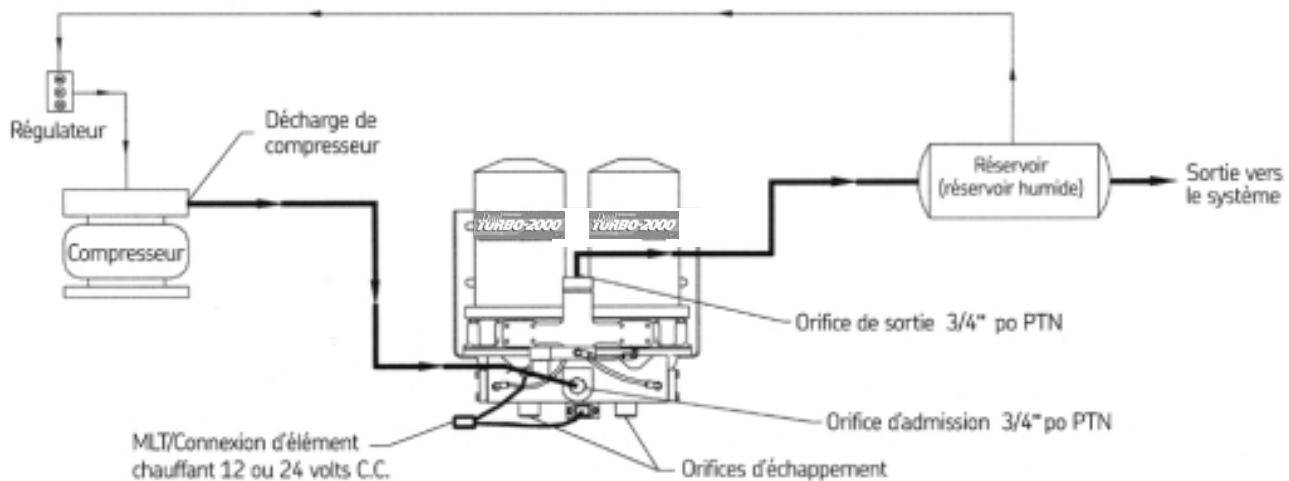

Fig. 2 Schéma de branchement
| • Orifices de branchement: | (voir Fig. 2) | • Options d'élément | 12 V 75 Watts (6,6 A)
- **Orifices de branchement :** (voir Fig. 2)